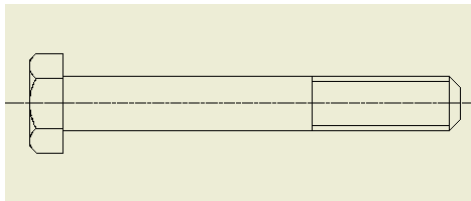

图 12-5 标准螺纹工程图样式
由于我们创建的螺纹是真实的螺纹, 而不是使用 Inventor 的螺纹工具创建的, 所以在生成工程图的时候不会生成如图 12-5 所示的标准螺纹工程图样式。在设计螺栓的时候为了使得零件更加真实我们采用了切削真实螺纹的方法, 如果在实际设计过程中需要在工程图中正确的表达螺纹, 可以选择【螺纹】工具创建以“贴图”形式表达的螺纹。
①对于螺栓的主视图, 单击【标注】标签栏【符号】面板上的【对分中心线】工具按钮, 然后选择螺栓体的两条水平方向的轮廓线, 则创建螺栓零件的中心线, 如图 12-5 中的主视图所示。